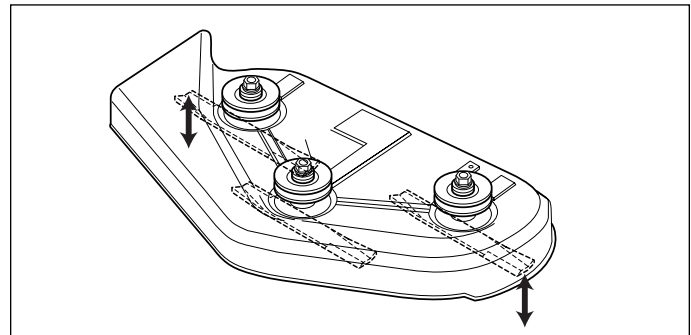

Figure 33. Orienter les lames latéralement
3. Placer la tondeuse en position de coupe haute. Orienter les lames de la tondeuse de façon à ce qu'elles pointent sur les côtés (Figure 33).
4. Voir la Figure 33. Mesurer la distance entre les extrémités extérieures des lames et le sol. S'il y a une différence de plus de 3 mm d'un côté à l'autre, passer à l'étape 5. Si la différence est inférieure à 3 mm, voir « Mise à niveau longitudinale ».